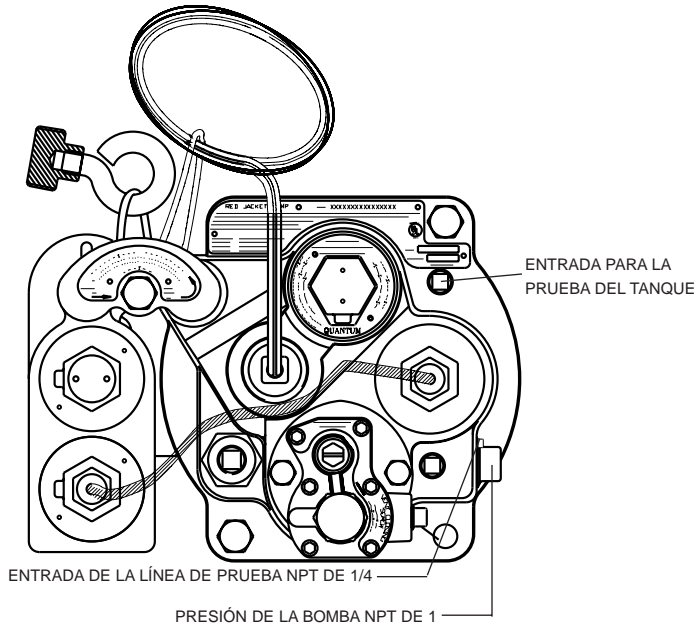

Figura 4.2 Entrada de la Línea de Prueba
- 1: Bloquee las líneas de cada distribuidor (desconecte el dispensador de la válvula de cizalla). Para esta prueba, retire el tapón de la línea de prueba (vea la figura 4.2).
- 3: Aplique presión a la línea de prueba en la entrada de la línea de prueba (50 psi (345 kPa) máxima). (Vea la figura 4.2).
- 1: Cierre la válvula de retención de la bomba girando el tornillo de cierre de la ventila tan bajo como le sea posible. Para probar el tanque, aplique presión en la entrada de prueba del tanque. (Vea la figura 4.2).